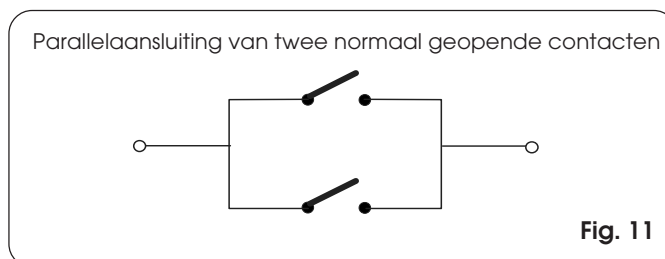

Fig. 11
**Opmerking:** als twee of meerdere veiligheidsvoorzieningen met normaal geopend contact dezelfde functie hebben, moeten ze onderling parallel worden aangesloten (Fig. 11)